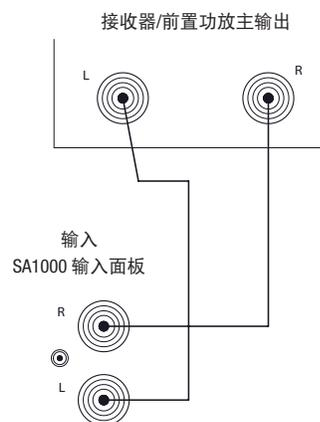

图 5
1. 将双通道 RCA 跳接线与接收器/前置功放的左右主输出连接，然后再插入 SA1000 后面板上的对应输入接口，如图 5 所示。